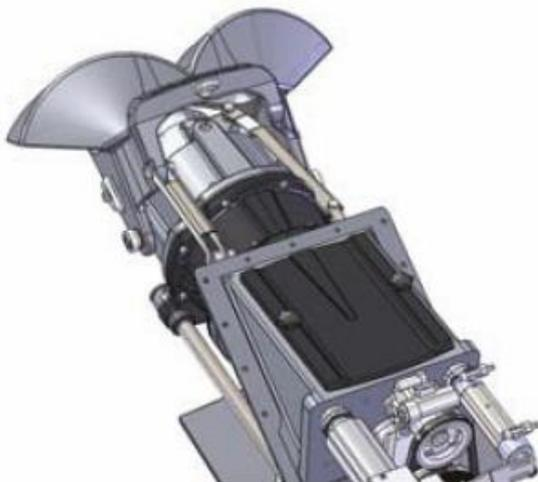

Figura 32. Portello di ispezione
1. Fermare il motore ed aprire il portello di ispezione (figura 32).